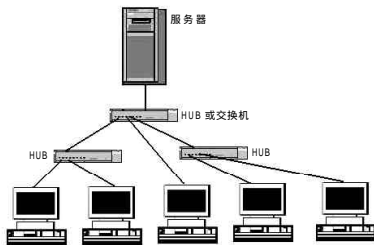

图3
②星型网络结构。星型网络拓扑如图3,在星型网络中所有的工作站都直接连接到集线器(HUB)或交换机上,当一个工作站要传输数据到另一个工作站时,都需要通过中心结点(由HUB或交换机担负)。在使用星型结构组网